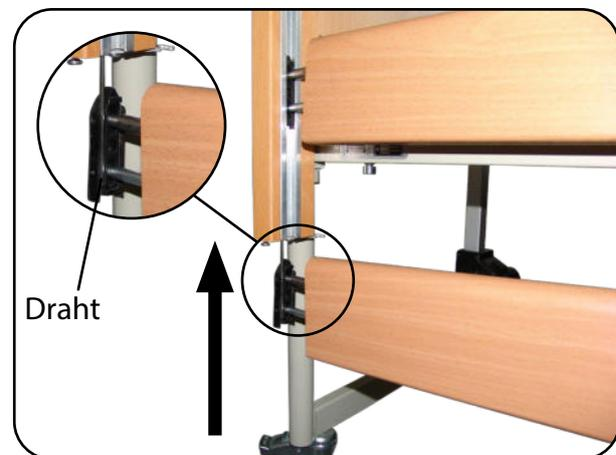

Abb. 6.4.05 – Seitengittergleiter in der Aluschiene
Achten Sie darauf, dass der Draht außen verläuft und in der Bohrung bleibt (Abb. 6.4.05)!
Das Holz-Seitengitter besteht aus zwei einzelnen Holz-Seitengitterholmen, die einen Querschnitt von 28 x 100 mm haben. Die abgerundeten Kanten liegen oben. Mit den speziell passenden Seitengittergleiter inkl. Draht, werden die geforderten Abstände eingehalten (Abb. 6.4.05).
- Führen Sie am anderen Ende der Holz-Seitengitterholme einen weiteren montierten Seitengittergleiter ein und schieben Sie die Seitengittergleiter mit den Holz-Seitengitterholmen in die Aluschiene (Abb. 6.4.05). Ziehen Sie die Holz-Seitengitterholme hoch bis die Seitengittergleiter einrasten.